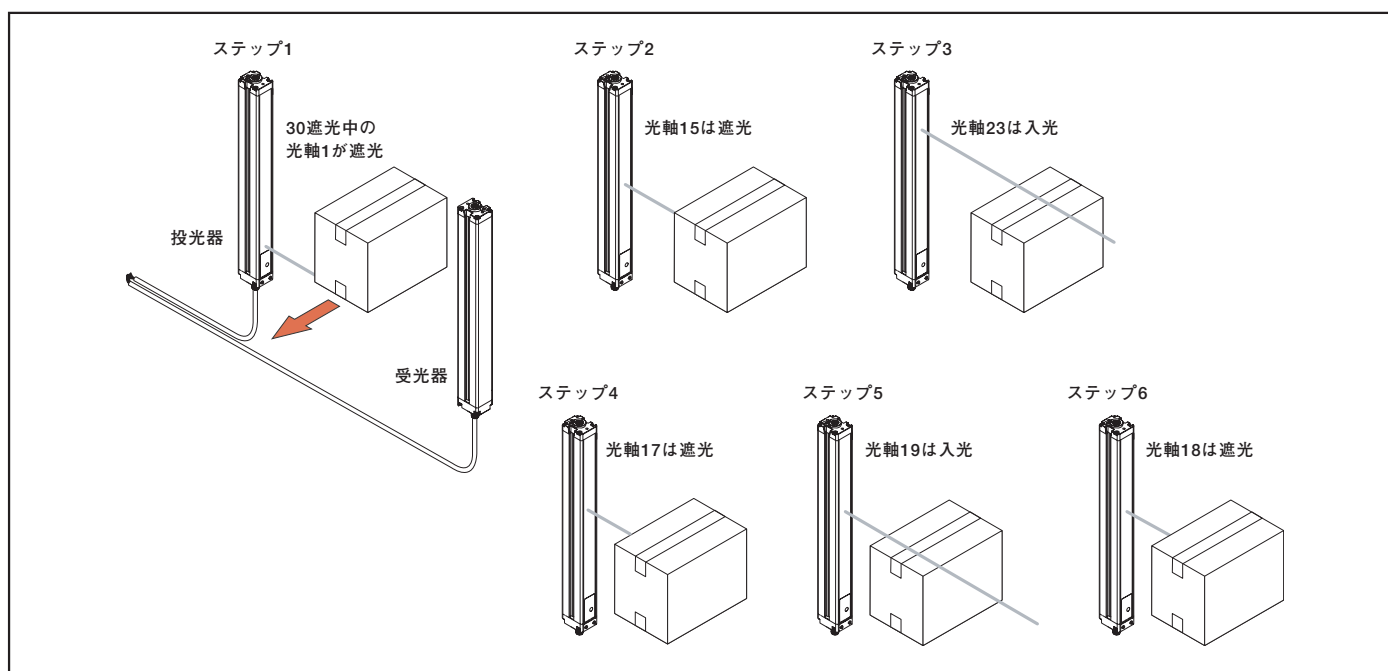

Fig. 1-7 バイナリサーチを利用したエッジ位置の検出(シングルエッジスキャン)
1. 受光器が一番下の光軸が遮光されるまでは一番下の光軸のみスキャンします (Fig. 1-7参照)。